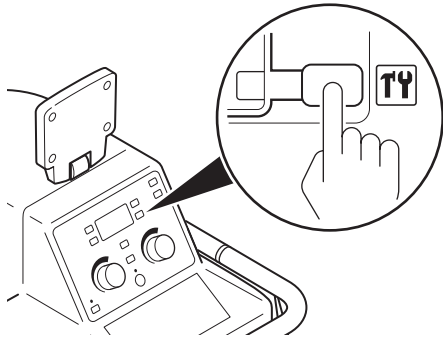

Figura 4 – Acceso a la configuración del sistema
3. Desde el panel de control, mantenga pulsado el botón hasta que aparezca la pantalla CONFIGURACIÓN DEL SISTEMA (CONFIG SIST) (figura 4).